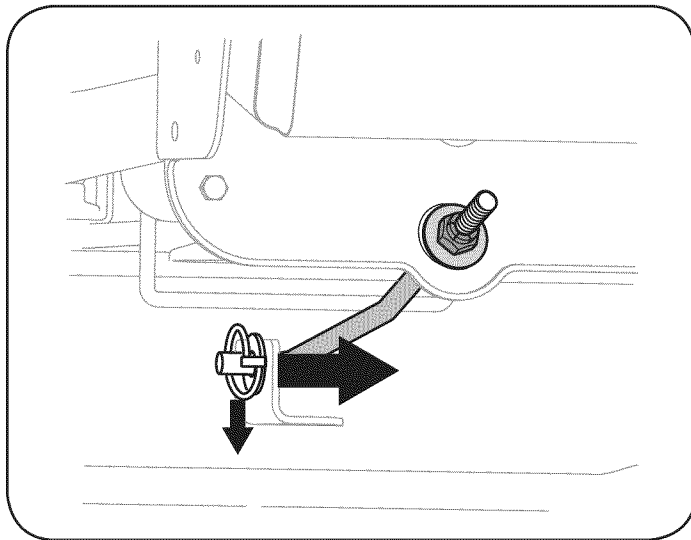

Figura 13
- Saque el pasador de chaveta del extremo de la varilla estabilizadora y deslice el estabilizador fuera de la ménsula de suspensión de la plataforma. Vea la Figura 13.
- Con la plataforma debajo del bastidor de la cortadora, sujete la varilla estabilizadora. Vea la Figura 13.